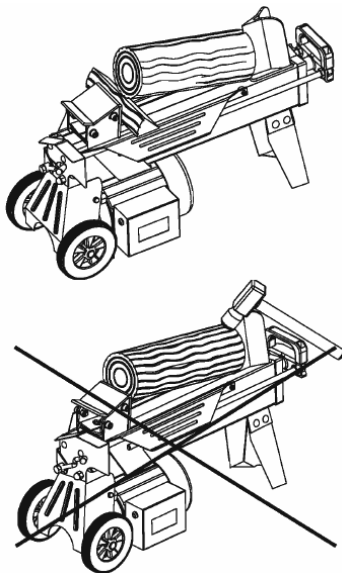

Fig.20: PREHLS52 / 042001
- Dopo che il cilindro sarà ritornato nella posizione iniziale, inserire un cuneo in legno sotto il ceppo incastrato (Fig.20 & 21).